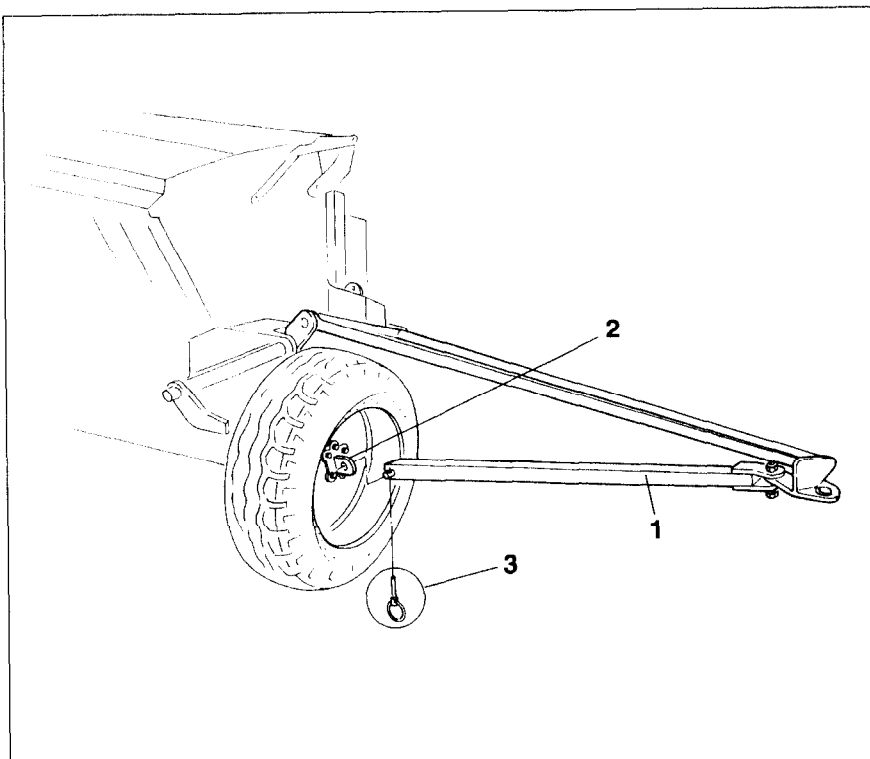

Fig. 20.8
- Introduisez le tirant (fig. 20.8/1) dans le support (fig. 20.8/2) sur la roue du semoir puis verrouillez avec une goupille agricole (fig. 20.8/3).